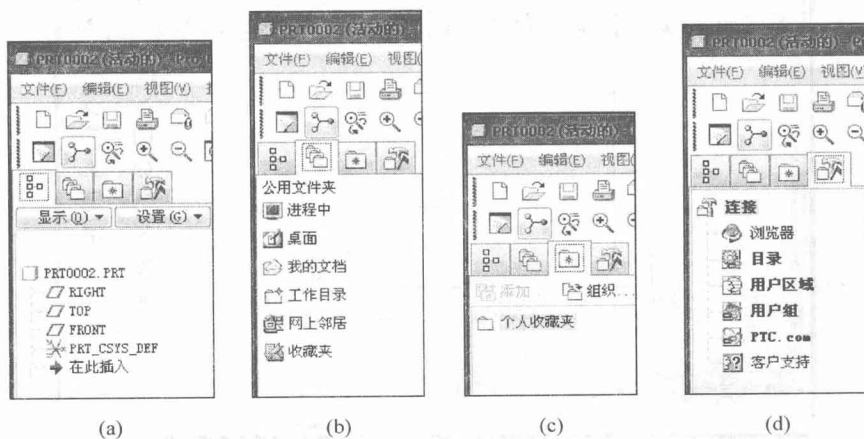

图 1.5 导航视窗
① 标题栏:显示当前开启的文件名称,当文件名称中出现“活动的”字样时,表示此视窗为当前工作视窗。
② 菜单栏:在菜单栏中,系统将各控制命令按功用分类放置于各菜单的下拉菜单中。
③ 图视工具栏:菜单栏的下拉菜单中的各种常用控制命令以图示状态条的方式呈现,当鼠标移动到工具图标上时,鼠标旁边会显示每个工具图标的功能。除系统预设的图视工具外,也可以由菜单自定义图视工具。
④ 导航视窗:它包括 :模型树,如图 1.5(a)所示,用以显示建模组成的几何特征及基准面,通常可在模型树视窗内对建模组成的几何特征及基准面进行修改和编辑。:文件夹浏览器,如图 1.5(b)所示。:个人收藏夹,如图 1.5(c)所示。:链接,如图 1.5(d)所示。